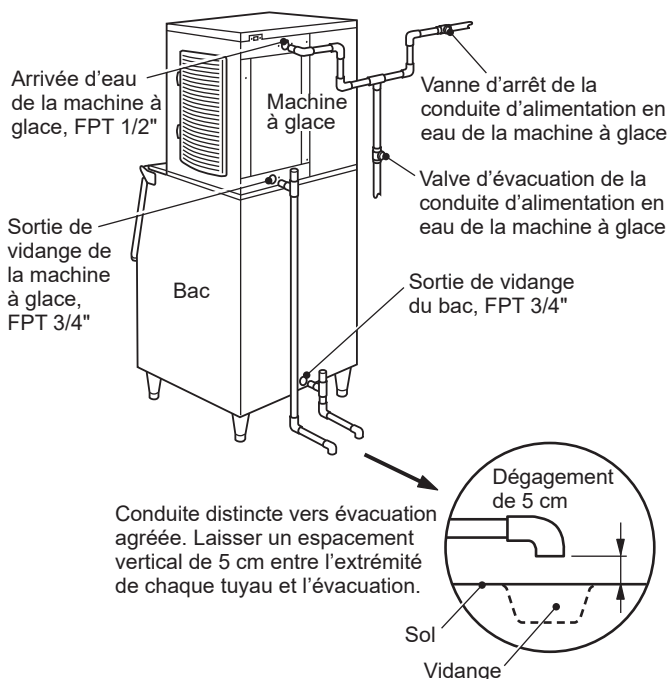

Fig. 7
- \* Un raccord en T à évent est nécessaire au flux de vidange correct. Voir fig. 7.
- \* La conduite de vidange de la machine à glace doit être distincte de la conduite de vidange de l'appareil de distribution/du bac de stockage. Voir fig. 7.